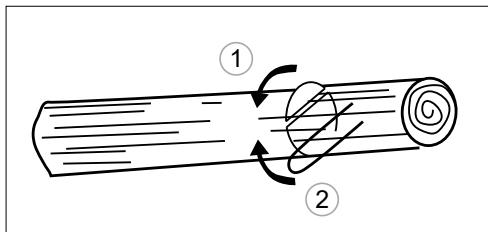

Fig. 22
3. În cazul în care trunchiul se află pe suporturi la două capete, tăiați mai întâi de sus 1/3 din diametrul trunchiului pentru a evita despicarea. Apoi finalizați tăierea din partea de jos, astfel încât să coincidă cu prima tăietură, evitând astfel blocarea (Fig. 22).